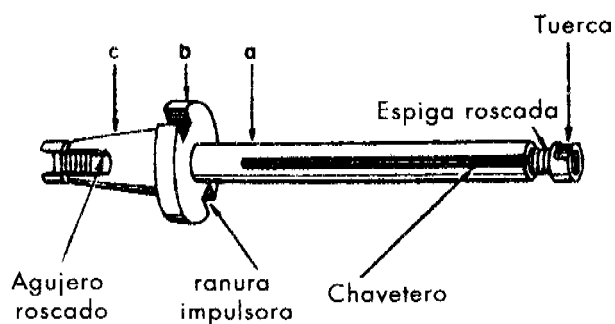

Figura 1
*Ejes portafresas largos* ( Figura 1 ).